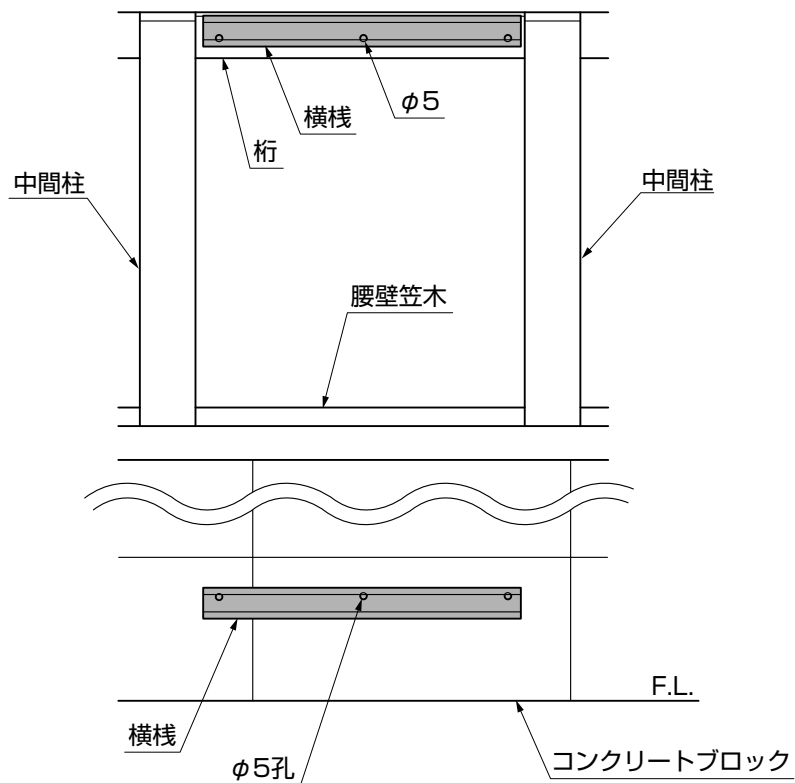

図2-9
- 横棧は上下に取付ける向きがあります。φ5の孔位置が上下、逆になりますので確認して取付けてください。(図2-9参照)